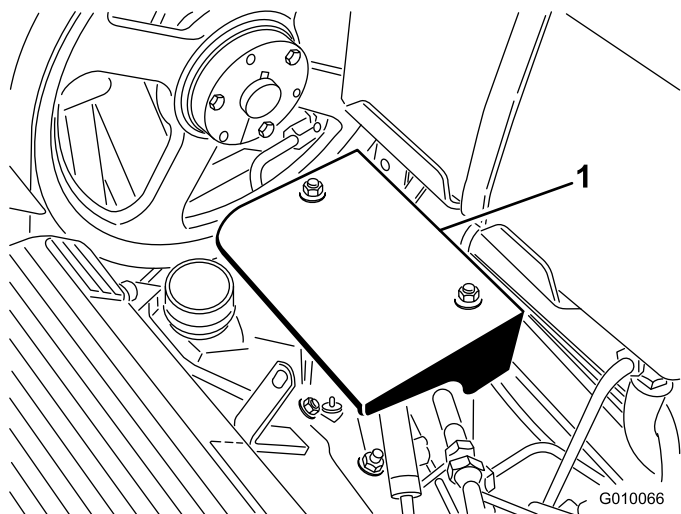

Figura 57
2. Togliete i due dadi di montaggio del carter della pompa e rimuovete il carter (Figura 57).